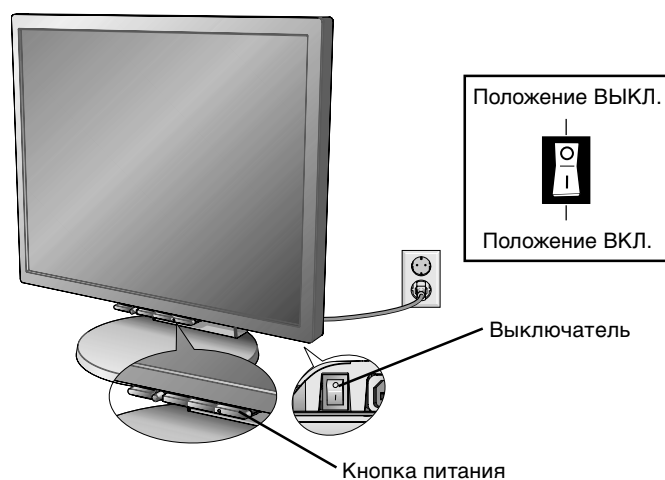

Рисунок E.1
10. Подключите кабель питания к розетке электропитания (**Рисунок E.1**).
11. Выключатель с обратной стороны монитора должен быть включен (**Рисунок E.1**). Включите монитор с помощью кнопки питания на передней панели и компьютер.